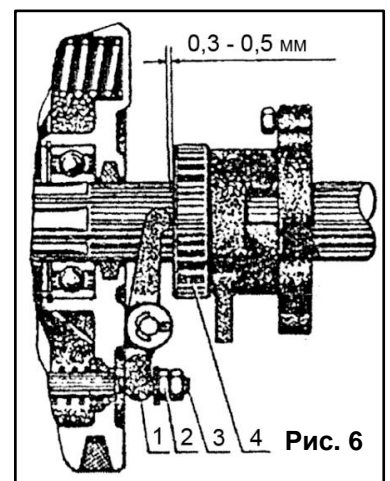

Рис. 6
В нормальном рабочем состоянии между выжимным подшипником (4) (См. Рис. 6) и головкой разжимающей скобы (1) (См. Рис. 6) должен быть зазор 0,3 - 0,5 мм, а головки трех отжимных рычагов должны находиться в одной плоскости.
- Ослабьте контргайку (3) (См. Рис. 6), поверните регулировочную гайку (2) (См. Рис. 6), отрегулируйте ее в соответствии с требованиями, указанными выше, после чего туго затяните гайку.